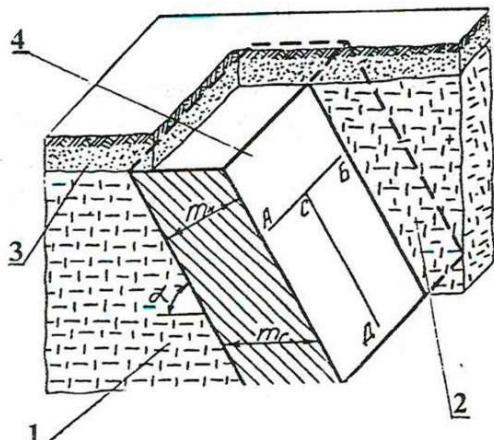

Рис. 1.28
**20.** Каким горно-техническим термином обозначается участок, изображенный на рис.1.28 цифрой 1?